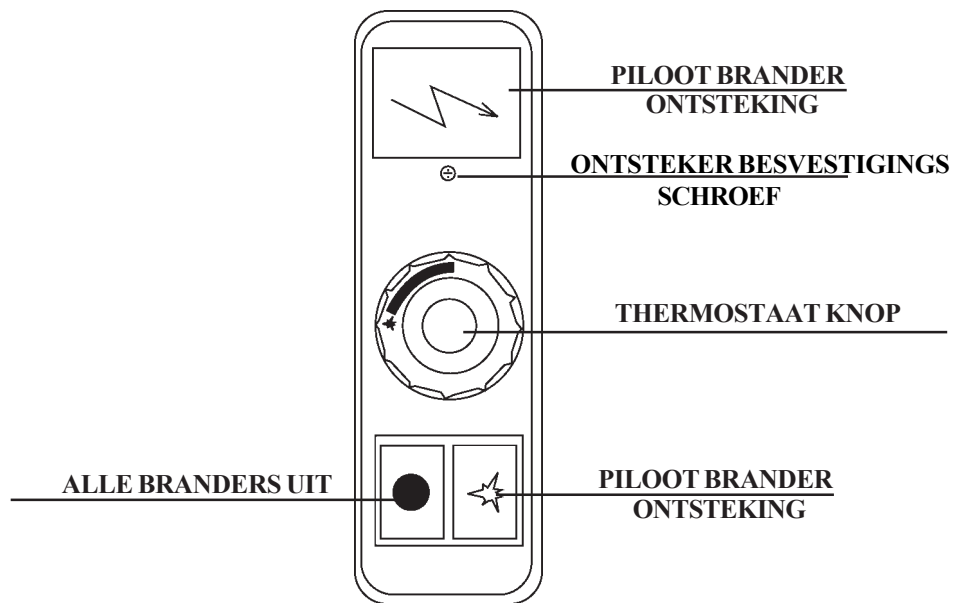

Fig. 9
E) Thermostatisch ventiel. (Fig. 9)
AANDACHT! De knoppen moeten zijn zoals geïllustreerd op Fig. 9, vergeet niet om het thermokoppel te onderbreken.